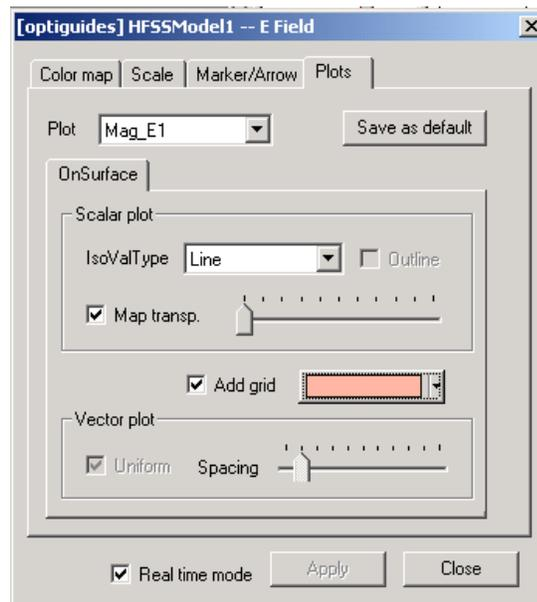

Рис. 8.42. Установка атрибутов графиков поля
3. Нажмите закладку **Plots** (рис. 8.42).